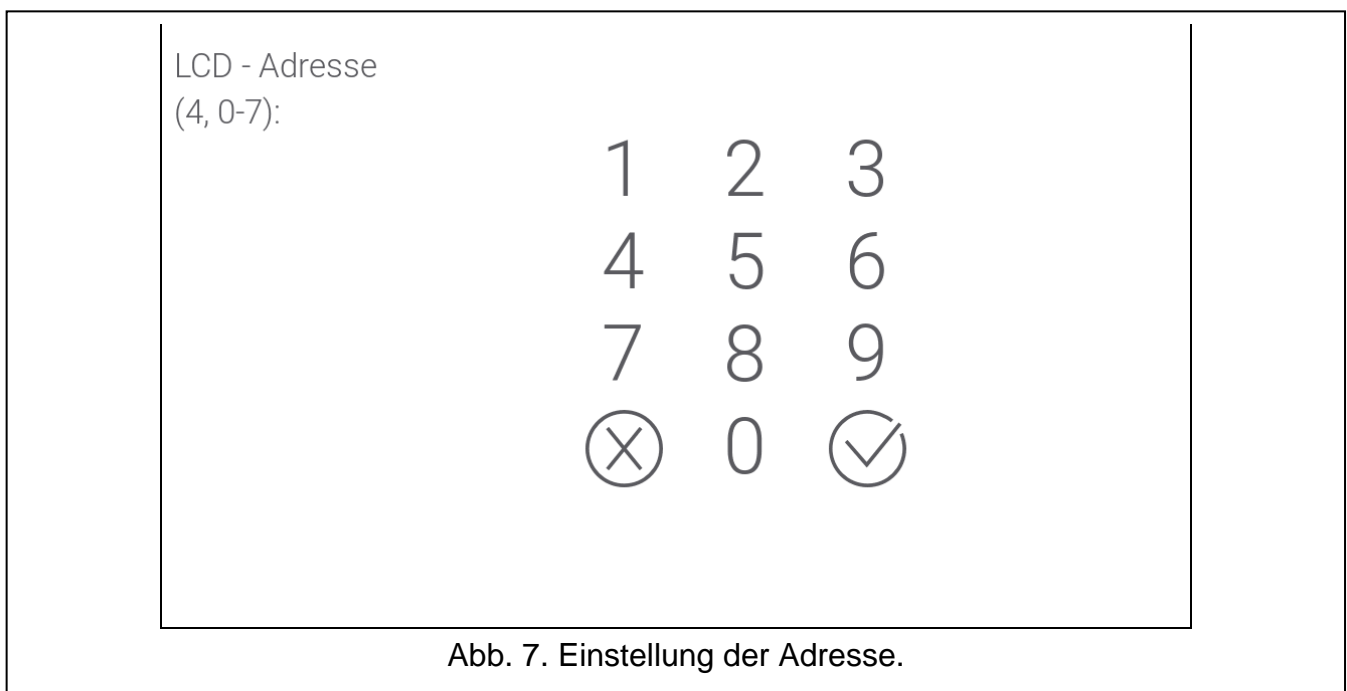

Abb. 7. Einstellung der Adresse.
1. Tippen Sie nacheinander auf „Struktur“ ► „Module“ ► „Identifizierung“ ► „BedTeil-Adresse“. Auf den Displays aller Bedienteile wird die Meldung „LCD - Adresse (n, 0-x)“ [n – Bedienteiladresse; 0-x – Bereich bedienter Adressen] angezeigt (Abb. 7).